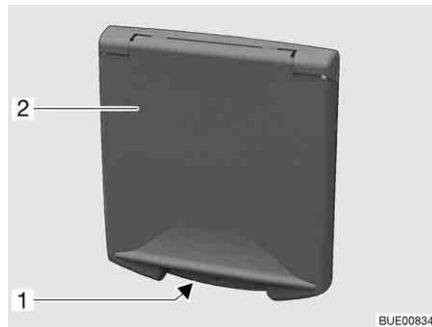

Bild 42 Druckschloss Serviceklappe
- Schlüssel in Schließzylinder des abschließbaren Druckschlösses (Bild 42,1) stecken und eine viertel Umdrehung drehen. Das Druckschloss ist entriegelt.
- Schlüssel in Schließzylinder des abschließbaren Druckschlusses (Bild 42,1) stecken und eine viertel Umdrehung drehen. Das Druckschloss ist verriegelt.